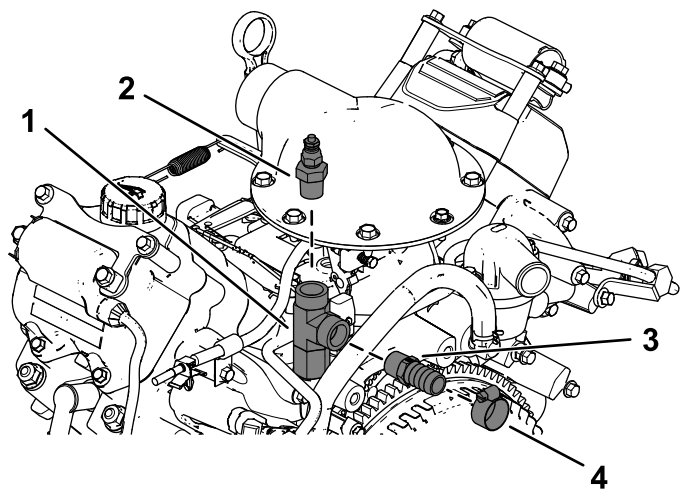

Bild 9
3. Montieren Sie den Temperaturschalter und den Schlauch ($\frac{3}{8}$ ") und das Adapteranschlussstück ($\frac{5}{8}$ ") mit Schlauchschellen, wie in Bild 9 dargestellt.